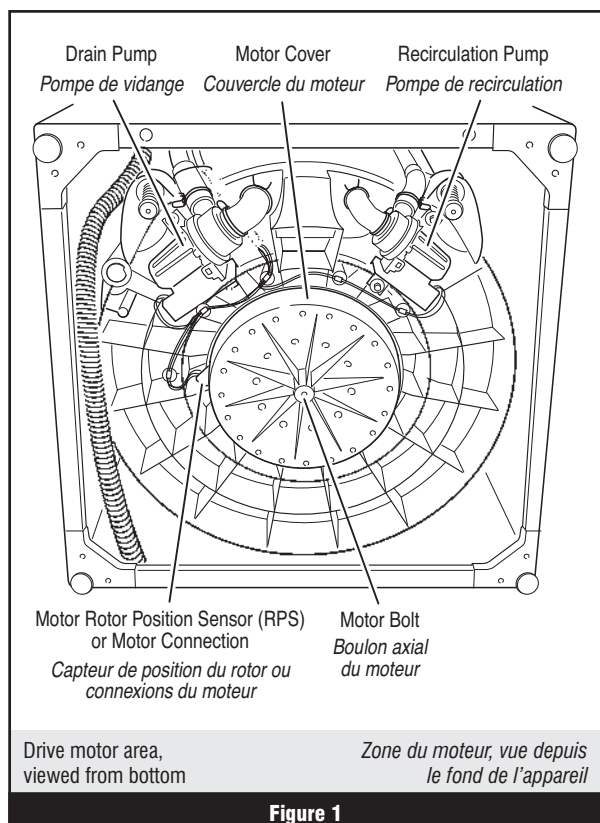

Figure 1
- 5.** Incliner la laveuse vers l'avant pour accéder au fond de la laveuse et aux pompes. Voir figure 1, page 14.